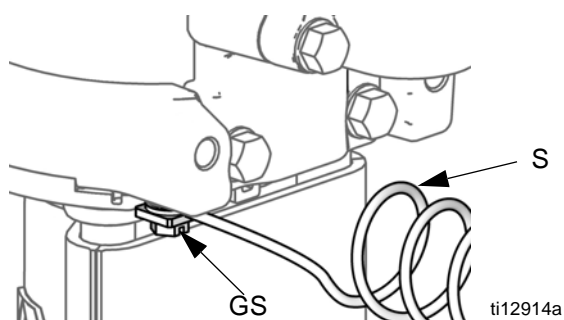

FIG. 4. Mettez la pompe à la terre.
Pompe : consultez la FIG. 4. Vérifiez si la vis de mise à la terre (GS) est correctement fixée et serrée sur le moteur pneumatique. Raccordez l'autre extrémité du fil de terre (S) à une véritable prise de terre.